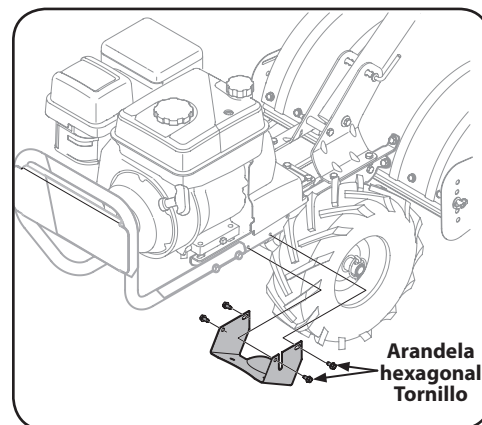

Figure 5-2
3. Retire los cuatro tornillos de arandela hexagonal de 1/4-20 que sujetan la cubierta de la polea al bastidor como se observa en la Figure 5-2, y extraiga dicha cubierta y colóquela a un lado en un lugar seguro hasta que vuelva a instalarla.